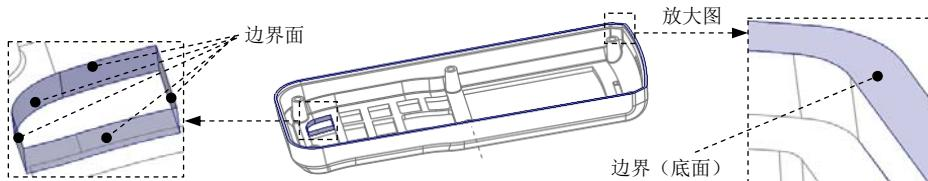

图 31.14 定义边界面
(3)选取“边界面”(boundary surface),操作方法如下:选择 视图 功能选项卡 模型显示 ▾ 区域中的“显示样式”按钮^{显示样},按下 消隐 按钮,将模型的显示状态切换到实线线框显示方式,按住 Shift 键,选取图 31.14 所示的边界面以及所有通孔的侧表面(共计 17 个通孔),此时图中所示的边界曲面会加亮,松开 Shift 键,再按住 Ctrl 键,选取图 31.14 所示的底面(建议读者参考随书光盘中的视频录像选取)。
注意:对一些曲面的选取,需要把模型放大后才方便选中所需要的曲面。选取曲面时需要有耐心,应逐一选取图 31.14 所示的 17 个通孔的侧表面,在选取过程中要一直按住 Shift 键,直到选取结束。